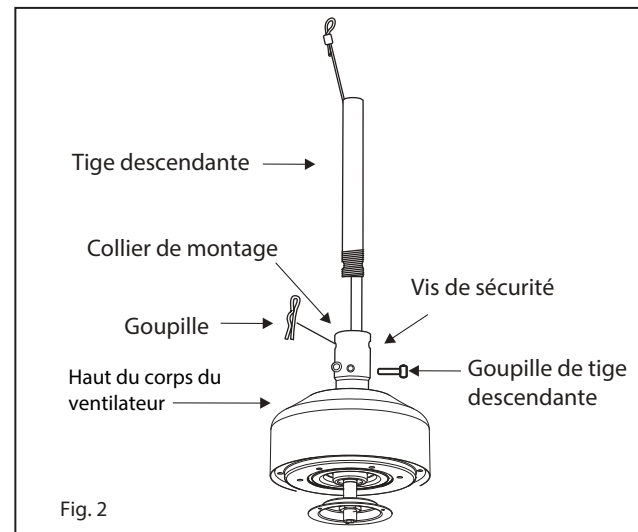

Fig. 2
- 3 Desserrez les deux vis de réglage de sécurité et retirez la goupille de tige descendante et le clip de retenue de l'accouplement sur le dessus de l'ensemble moteur. (Fig. 2)